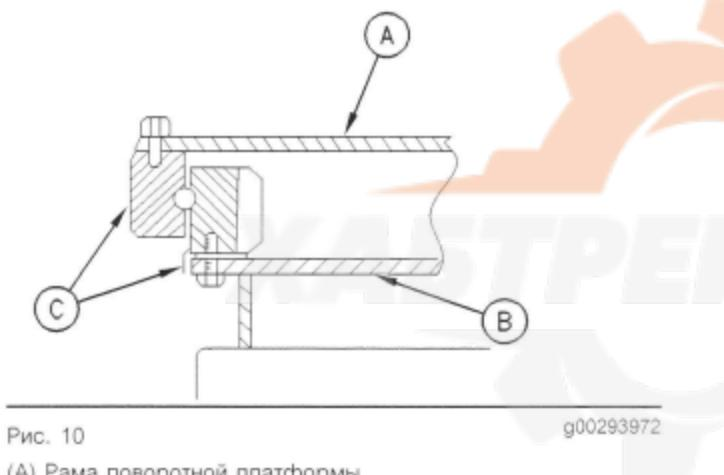

Рис. 10
- Для того чтобы обозначить два положения, нанесите метки (С) на внутреннее и наружное кольца опорно-поворотного подшипника. Эти метки будут служить ориентиром для остановки поворота платформы. Смотрите рисунок 10.
- Определите перебег платформы, для чего измерьте расстояние между двумя метками, нанесенными на опорно-поворотный подшипник. Смотрите рисунок 10.